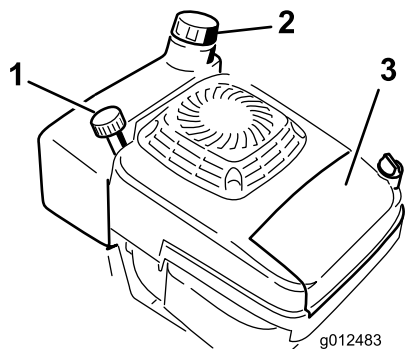

図 17
1. 燃料タンクのキャップの周囲をきれいに拭く（図 17）。